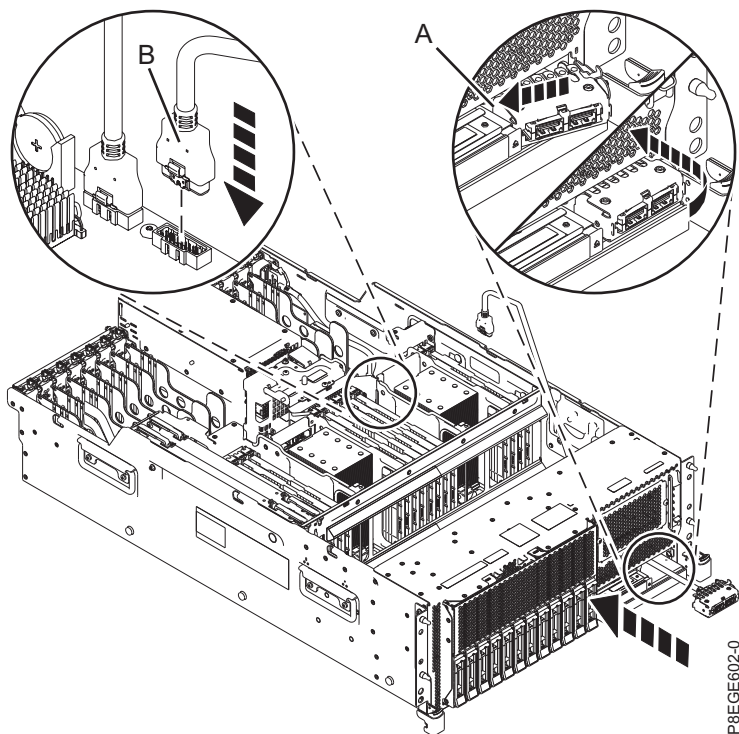

Figura 3. Instalando o cabo USB frontal
2. Insira a extremidade do plugue do cabo USB na abertura da parte frontal do sistema, conforme mostrado na Figura 3 na página 6. Roteie o cabo junto ao lado direito do chassi do sistema.
3. Conecte o cabo USB (B) ao conector no painel traseiro do sistema, conforme mostrado na Figura 3 na página 6.
4. Trave o compartimento do cabo USB (A) na abertura da parte frontal do sistema, inserindo a guia no lado esquerdo do compartimento no slot. Gire o compartimento na abertura até que ele trave na posição no lado direito. Veja a Figura 3 na página 6.